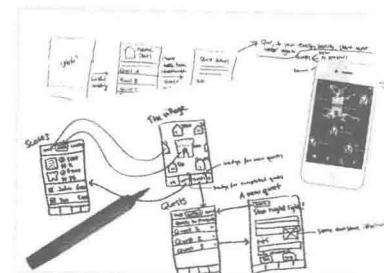

图 1-12 苹果界面交互设计草图
- **交互设计：**草图是将设计快速原型化的有效工具（如图 1-12 所示）。